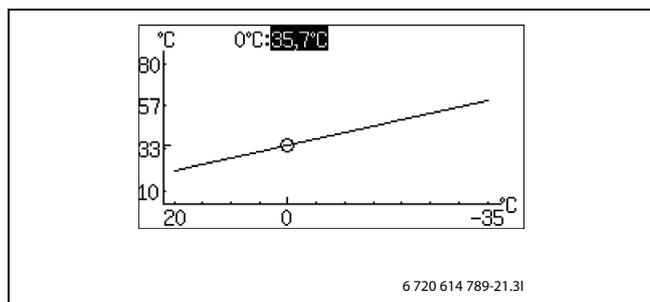

Bild 24
- ▶ Vrid ratten när fyrkanten är markerad tills 0 °C är markerad (→ Bild 24).